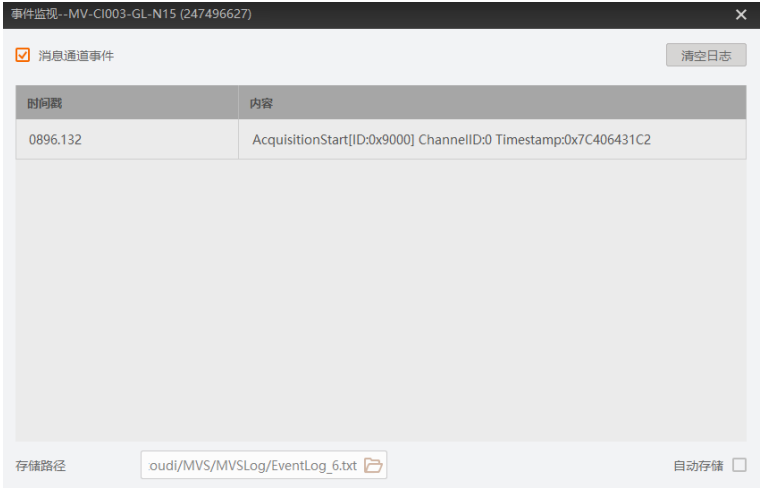

图8-13 事件监视界面
5. 相机开始预览后可以查看实时的事件信息，如图8-13所示。